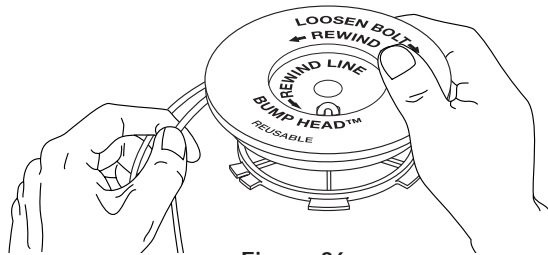

Figure 36
7. Bobine las líneas en capas parejas y ajustadas sobre el carrete (Fig. 36). Bobine la línea en la dirección indicada en el carrete interior. Coloque su dedo índice entre las dos líneas para evitar que se superpongan. No superponga los extremos de la línea. Proceda al paso 11.